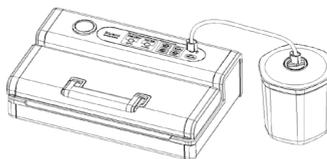

Fig.10
3. Inserire un'estremità del tubo in aspirazione nell'apposito collegamento sull'apparecchio e un'altra estremità del tubo nel foro presente nel coperchio del contenitore (fig. 10).